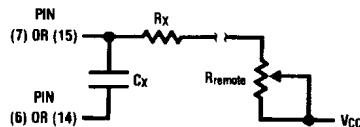

FIGURE 4.
- figure 4: monostable redéclenchable actif sur front montant avec sortie complémentée